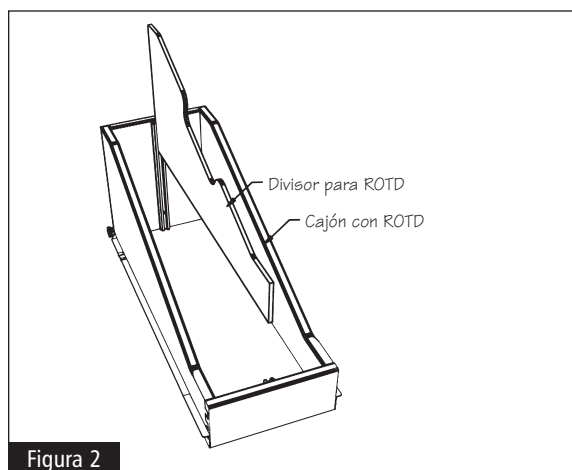

Figura 2
- 4** Deslice el divisor para ROTD en su lugar (como se muestra en la Figura 2).